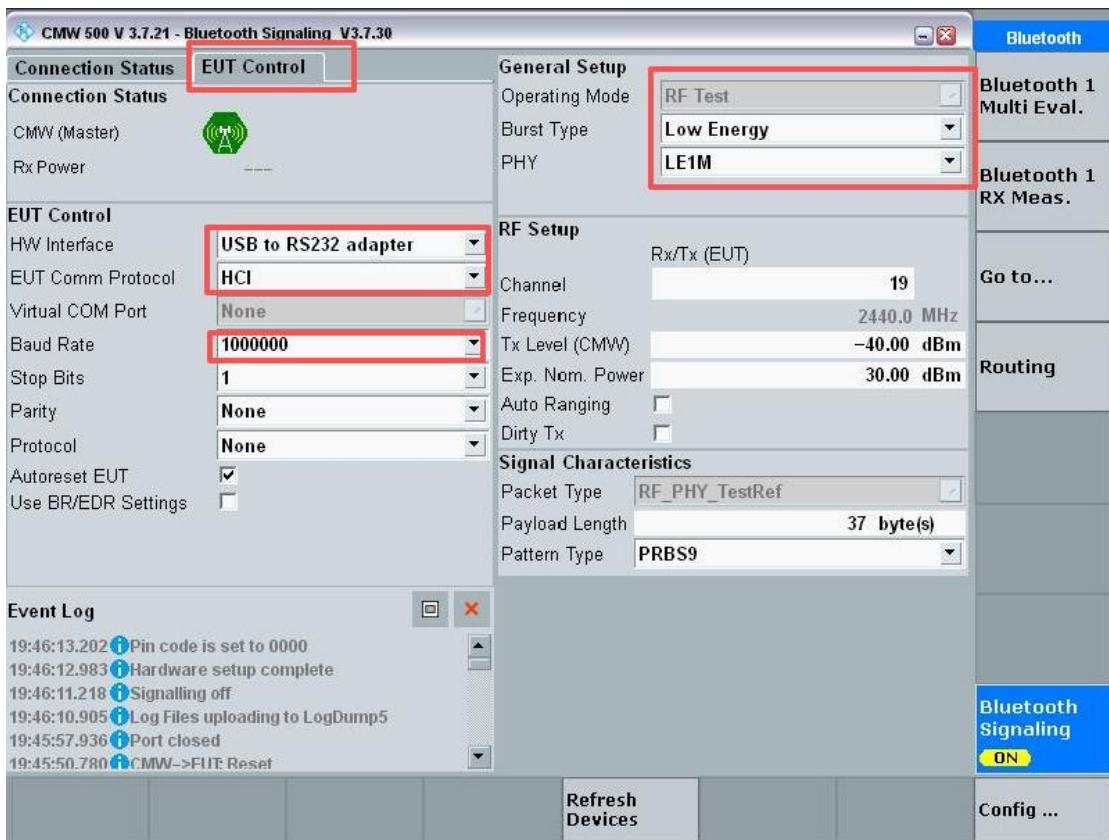

图 3-5
- 1) 在 Bluetooth signaling 界面点击【EUT Control】，出现对应界面后根据图 3-5 进行配置；选择 HW Interface 为 USB to RS232 adapter，选择 Baud Rate 为 1000000，Burst Type 选择 Low Energy，此时串口没有插入 Virtual COM port 为灰色；